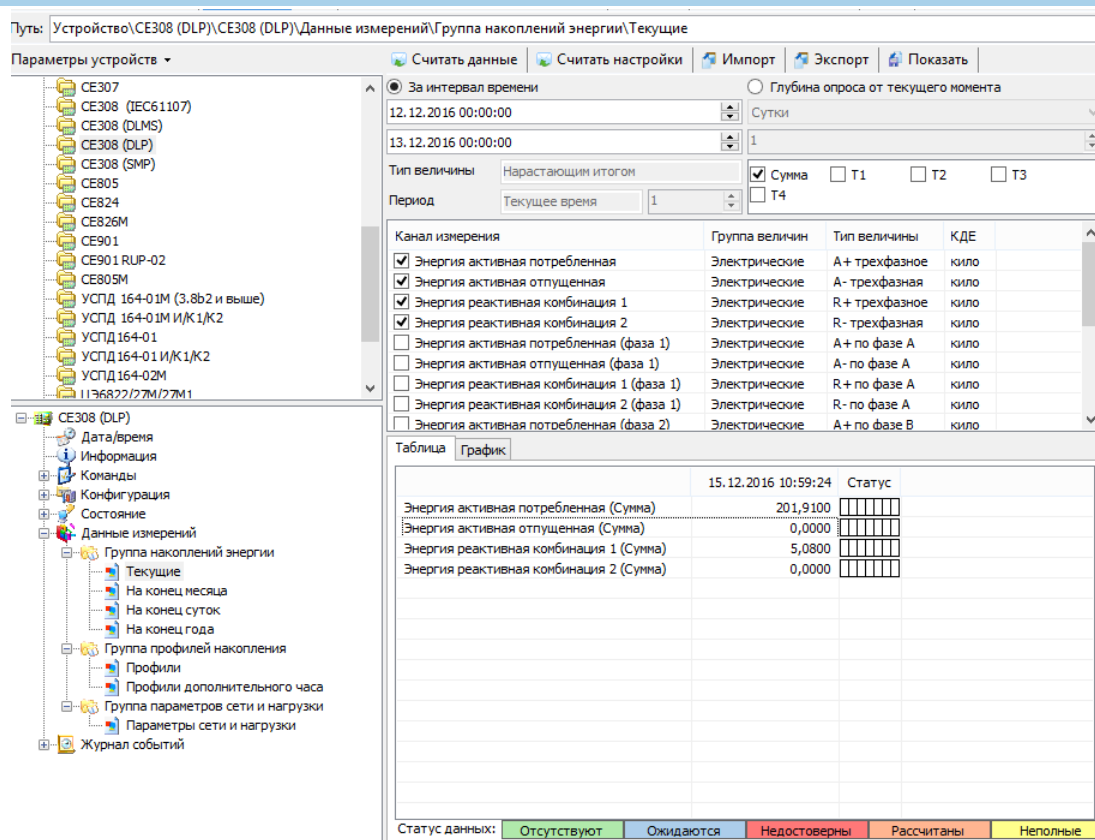

Рисунок 4.1 – Чтение текущих накоплений энергии
4.1.2.2 Считывание текущих накоплений энергии (рисунок 4.1), архивов зафиксированных накоплений на конец суток, месяца, года, профилей выполняется в ТПО в разделе закладок «Данные измерений».